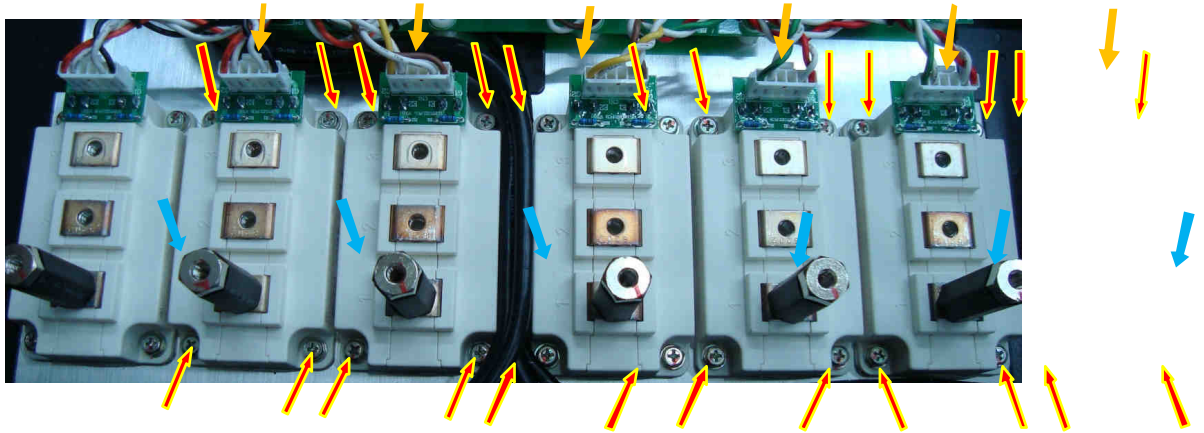

Рис. 6.32.
6.18.1. Отсоединить от выводных модулей IGBT разъемы жгутов управления (рис. 6.32, желтые стрелки), выкрутить 6 шестигранных стоек (рис. 6.32, синие стрелки), и выкрутить 24 винта крепления модулей IGBT к радиатору (рис. 6.32, красные стрелки). Шестигранные стойки и винты положить в тару. Демонтировать модули IGBT и положить их в тару.